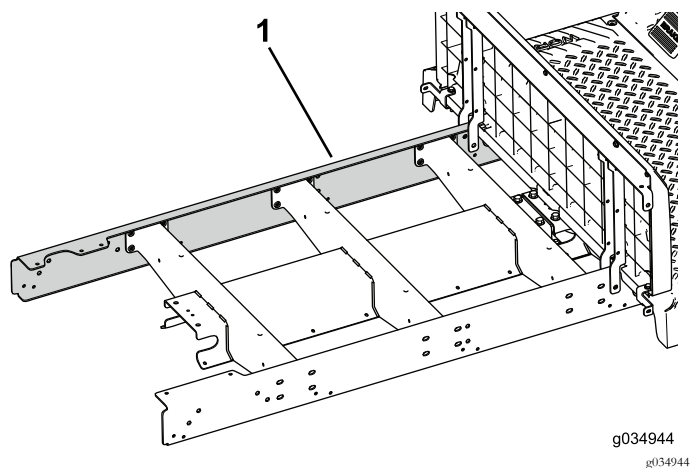

Figura 74
5. Monte provisionalmente la extensión en el lado izquierdo de la máquina (Figura 74).